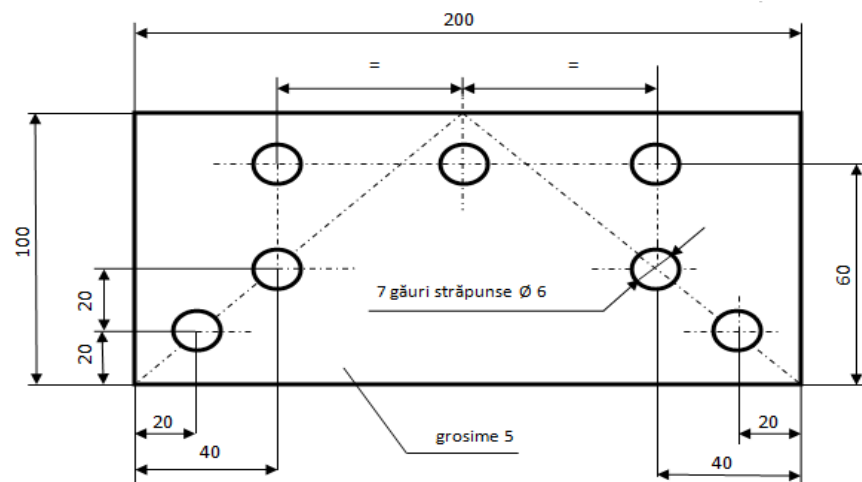
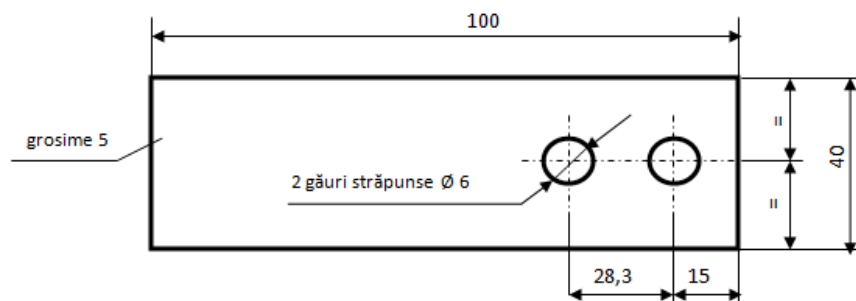

Fig. 1
Fig. 2
**Enunțul temei pentru proba practică:** Executați guseul (fig. 1) și 2 diagonale (fig. 2), din tablă de oțel OL 37, conform desenelor de execuție de mai jos și apoi realizați asamblarea diagonalelor cu guseul, utilizând șuruburi și piulițe.